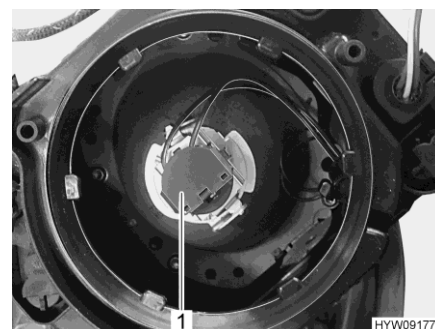

Fig. 228 Ampoule (feux de croisement/feux de route)
- Tourner la douille (Fig. 228,1) avec la lampe dans le sens inverse des aiguilles d'une montre et la retirer du boîtier de la lampe.
- Mettre la douille (Fig. 228,1) avec l'ampoule dans le boîtier de la lampe et serrer en vissant dans le sens des aiguilles d'une montre. La douille s'enclenche de manière audible.